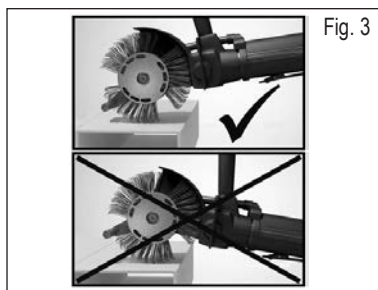

Fig. 3
5. På *Bristle Blaster®* Bånd på 11 mm skal det bare brukes akseleratorer på 24 mm. På *Bristle Blaster®* Bånd på 23 mm skal det bare brukes akseleratorer på 40 mm. På *Bristle Blaster®* edelstål-bånd på 11 mm skal det bare brukes akseleratorer i "edelstål" på 24 mm. På *Bristle Blaster®* edelstål-bånd på 23 mm skal det bare brukes akseleratorer i "edelstål" på 40 mm. Før sikkerhetsanslaget forover og trykk startspaken. Når den slippes, vil startspaken gå tilbake i utgangsposisjon. Hold verktøyet fast i huset og i det loddrette håndtaket. Best resultat oppnås når akslerasjonsstaven føres nær den overflaten som skal bearbeides. Hvis avstanden mellom akslerasjonsstaven og overflaten blir for stor, vil effekten avta merkbart. Se fig. 3.